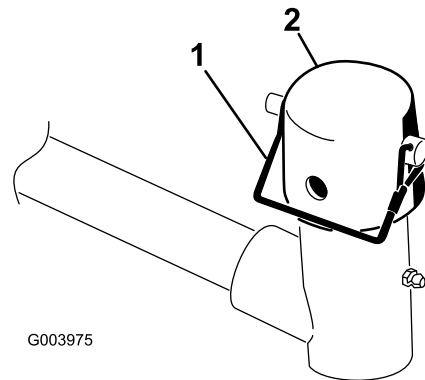

Bild 6
3. Entfernen Sie an jedem Hubarm der Mähwerke den Einraststift, mit dem die Kappe am Schwenkbügel befestigt ist, und nehmen Sie die Kappe ab (Bild 6).